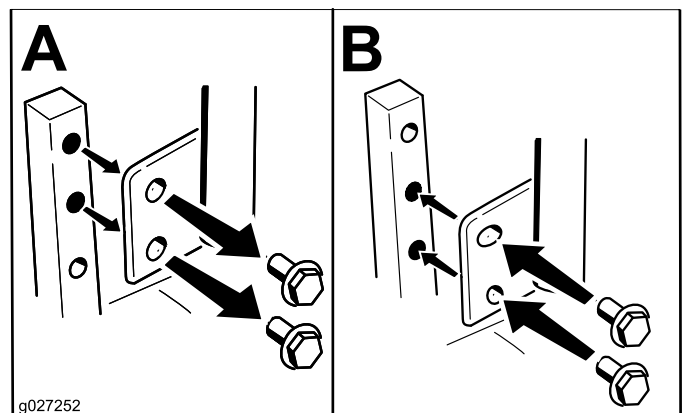

Figura 19
Puede ajustar las palancas de control de movimiento hacia arriba o hacia abajo para que su uso sea más cómodo (Figura 19).
2. Afloje el perno inferior lo suficiente para poder desplazar hacia adelante o hacia atrás la palanca de control (Figura 19).